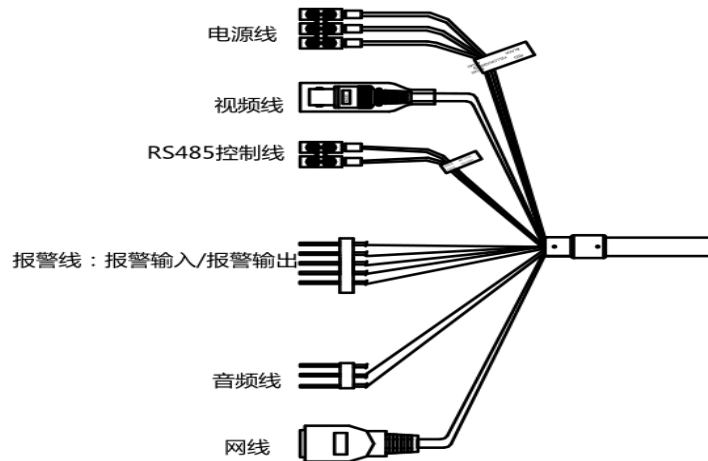

图2-2 网络智能球一体化端子线
- ▶ 图 2-2 设备电源连接（交换机支持PoE+供电）
智能球标配一根一体化辫子线缆，线缆包含网线、音频线、电源线等，线缆及其接口说明如图 2-2 所示。